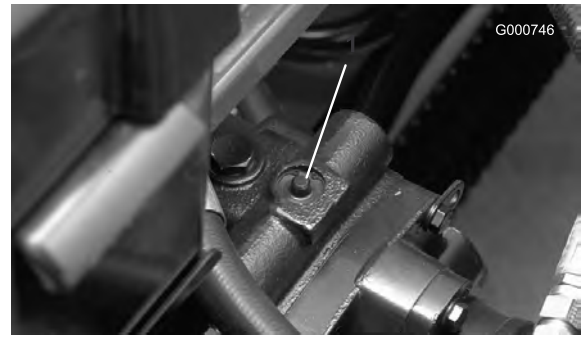

図 38
1. バイパス・バルブは可変吐出ポンプ（図 38）の上部に取り付けられている。バルブを右または左に90° 回転させると内部でバイパスが形成される。これにより、トランスミッションを破損することなく、機械を押して低速で移動できるようになる。